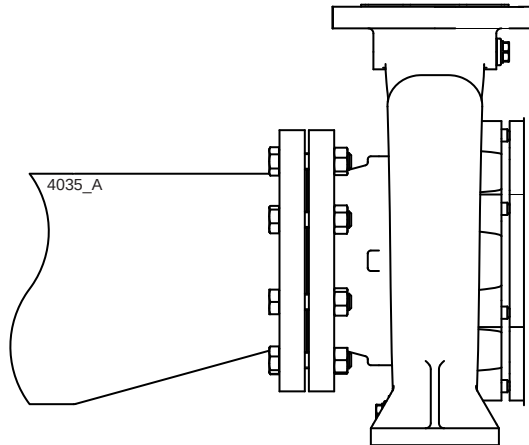

图 11: 偏心异径管与吸入法兰连接。
- 吸入管通道的尺寸必须充足。此管应尽可能短并且同向泵，确保不会产生气穴。如果无法实现，则应当在管子的最高点安装一台通风装置。如果吸入管的内径大于泵的吸入接口，则应当使用偏心异径管，以防产生气穴与涡流。请参阅 图 11。